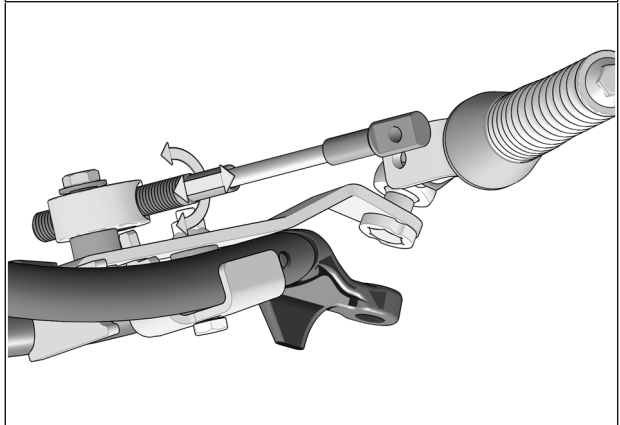

Fig. 18
13. Tourner le volant du véhicule à gauche, au maximum. En maintenant une pression au volant, ajuster le câble (ajuster la longueur en vissant ou dévissant) pour obtenir une distance de 13-19 mm [$\frac{1}{2}$ - $\frac{3}{4}$ po] du centre de l'extrémité du câble (1) au centre du support de fixation (2). Voir la Fig. 18